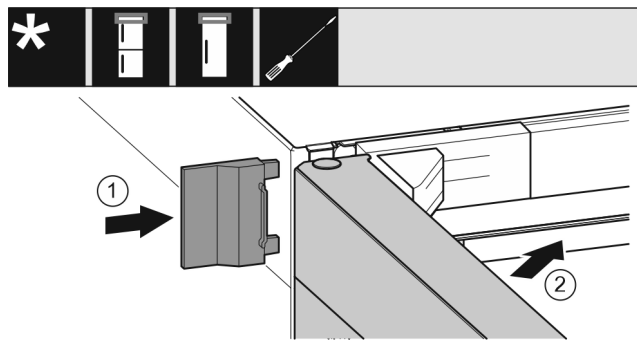

Fig. 25
- Tolja fel a külső fedelet Fig. 25 (1).
- Csukja be a felső ajtót Fig. 25 (2).